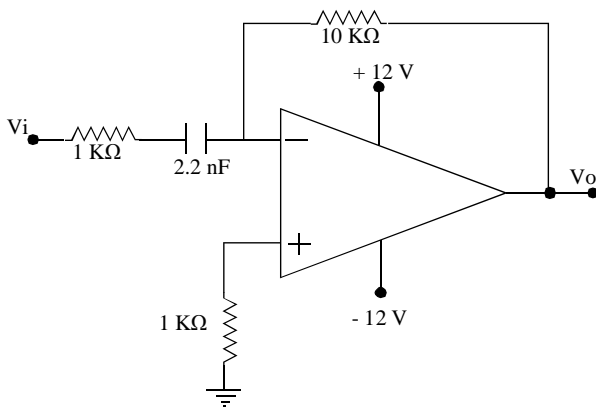
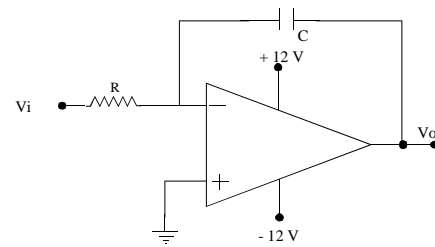

Figura 1. Circuito diferenciador básico
Figura 2. Circuito integrador elemental
El circuito típico de un Diferenciador o Derivador, está representado por la Figura 1, en el circuito se puede observar que la resistencia de entrada del amplificador inversor típico se ha sustituido por un condensador.
Esta última ecuación es la que representa el voltaje de salida del circuito de la Figura 1. Este circuito proporciona a la salida el negativo de la derivada de la señal de entrada multiplicada por una constante. La resistencia en la entrada del circuito es un amortiguamiento para disminuir las oscilaciones.
Ejercicio 1. Para el circuito de la Figura 1 despreciando el valor de R1, graficar el voltaje de salida considerando que el voltaje de entrada es una señal triangular de 1 V de amplitud. Graficar V_i y V_o juntas o sobrepuestas, de
Del circuito de la Figura 1, si se intercambia la posición de la resistencia de retroalimentación y el capacitor se obtiene un circuito Integrador Inversor Elemental, el cual se muestra en la Figura 2.
Ejercicio 2. Para el circuito de la Figura 2, graficar el voltaje de salida asumiendo que el voltaje de entrada es una señal cuadrada de 1 V de amplitud. Graficar V_i y V_o juntas o sobrepuestas, de tal manera que se pueda seguir el proceso de integración en al menos un periodo completo.
1. Arme el circuito de la Figura 1, aplique una señal de entrada (V_i) triangular de 1V de amplitud y 1KHz de frecuencia. Observe las señales de entrada y salida. Repita este procedimiento para una frecuencia de 10 KHz.